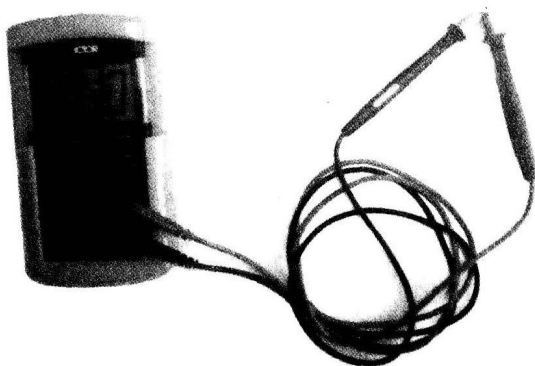

图 1-12 测量表笔引线电阻值
(1) 测量电阻时,被测电路必须要停电。电阻挡量程的大小要根据被测值的大小进行合理的选择,在测量时,如果显示器显示的数字是“1”,则表明被测量已经超过了所需的量程,此时要重新调整再进行测量。
(2) 使用 $200\ \Omega$ 电阻挡测量电阻时,应先将两支表笔短路,测出两支表笔的引线电阻值,如图 1-12 所示,然后再进行电阻测量,每次测量的实际电阻值就是显示器的显示数值再减去表笔引线电阻值。而使用 $200\ \Omega$ 以上的电阻挡测量时,其引线电阻值则可以忽略不计。
(3) 在测量电阻时,两只手不能同时碰触两表笔的金属部分,特别是测量元器件的电阻时,更不能用手同时捏住两引脚,否则将引入人体电阻,严重影响测量结果。另外,在测量电阻时,应检查表笔插头与插孔之间的接触是否紧密,要防止发生接触不良的现象,以免影响测量结果。
(4) 使用 $2\ \text{M}\Omega$ 或以上电阻挡时,显示器的显示值将会出现跳跃现象,要经过几秒钟才能稳定下来,应该等数值稳定后才能读取数值。
(5) 使用 $200\ \text{M}\Omega$ 电阻挡时,由于该挡存在 $1\ \text{M}\Omega$ 的固有零点误差,所以测量的实际值应是显示器的读数减去固有零点误差。比如 $3\frac{1}{2}$ 位数字式万用表的零点误差是 10 个字,若测量某电阻值是 $201.0\ \text{M}\Omega$,那么其实际阻值就是 $200.0\ \text{M}\Omega$ 。
(6) 测量电阻时,应将红表笔插入 V/Ω 插孔,黑表笔插入 COM 插孔,将量程开关置于“ Ω ”的范围内并选择所需的量程开关,检测时只须将两支表笔分别接在被测元器件的两端